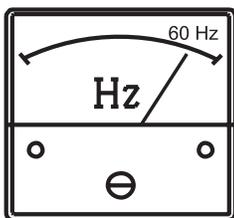

Figure 29. Fréquence
6. Le système de mesure de fréquence du générateur (Figure 29) doit afficher la fréquence de sortie du cycle 50 en HERTZ.